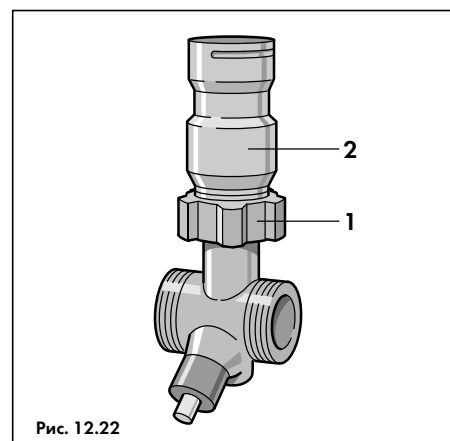

Рис. 12.22
- Раскрутить резьбовое соединение (1, рис. 12.22) и снять байпас;